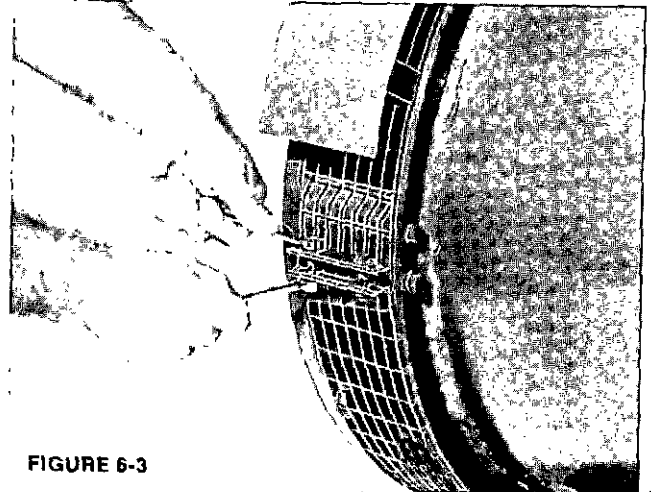

FIGURE 6-3
- 5.a. Pour les alternateurs monophasés, dévisser les boulons fixant la grille de protection sur la bride SAE et enlever la grille (figure 6-3) (**NOTE :** Ne pas enlever la tôle de protection de la grille si elle en possède une). Dévisser les boulons fixant les disques flectors au volant et dévisser les vis fixant la bride SAE au carter volant.